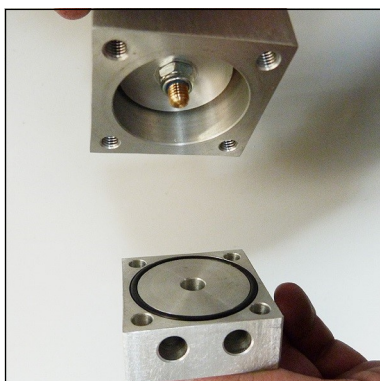

Abb. 3 - O-Ring wechseln
- O-Ring wechseln, neuen O-Ring vorher einfetten (Abb. 3).